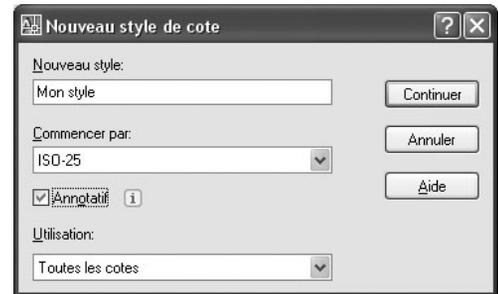

Fig.13.18
- 4 Sélectionnez **Annotatif (Annotative)** (fig.13.18).